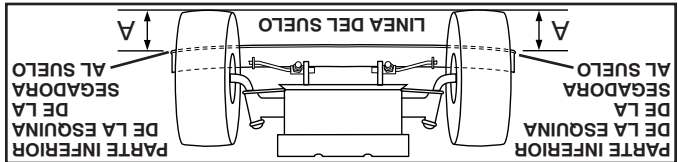

Fig. 15
- Ajuste de LADO A LADO (Vea Fig. 15 y 16)